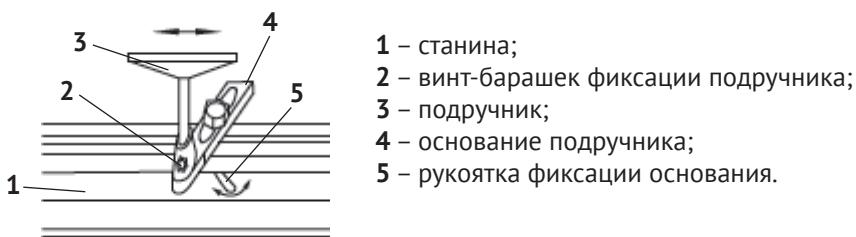

рис.2
- ослабить рукоятку фиксации (рис.2 поз.5) основания подручника (рис.2 поз.4) на станине (рис.2 поз.1);
- ослабить винт фиксации (рис.2 поз.2) подручника (рис.2 поз.3);